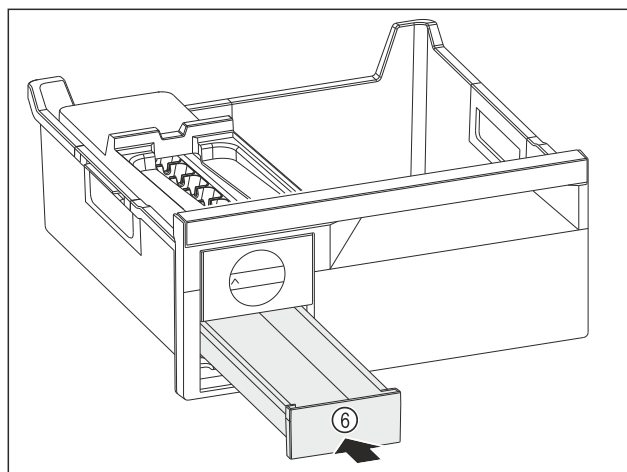

Fig. 110
- ▶ Spingere verso l'interno il cassetto del ghiaccio *Fig. 110 (6)*.